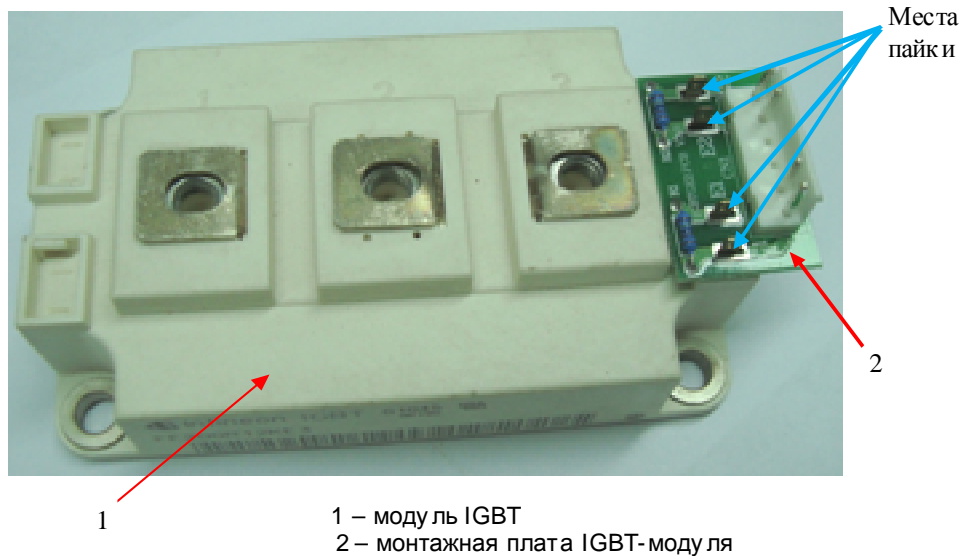

Рис. 7.4.
7.2.3. Установить монтажную плату на модуль IGBT, продев ножевые контакты модуля в прорези платы с контактными площадками (рис. 7.4). Паять контакты модуля